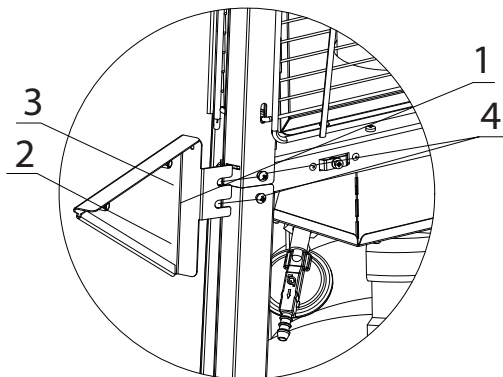

Рис. 6.
2. ослабьте винты (4), фиксирующие длинный и короткий профиль (1);
3. установите опору (2) как показано на рисунке;
4. затяните винты (4);
5. повторите операции 2-4 для оставшихся опор (Рис. 6);